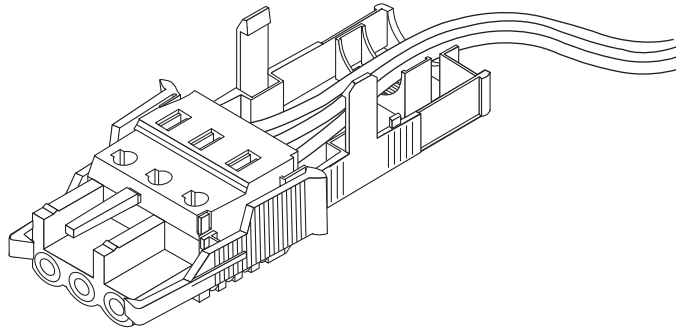

FIGURE 5-7 Passage des fils dans la partie inférieure du boîtier serre-fils tendeur
2. **Faites passer les trois fils en provenance de la source CC par l'ouverture à l'extrémité de la partie inférieure du boîtier serre-fils (FIGURE 5-7).**